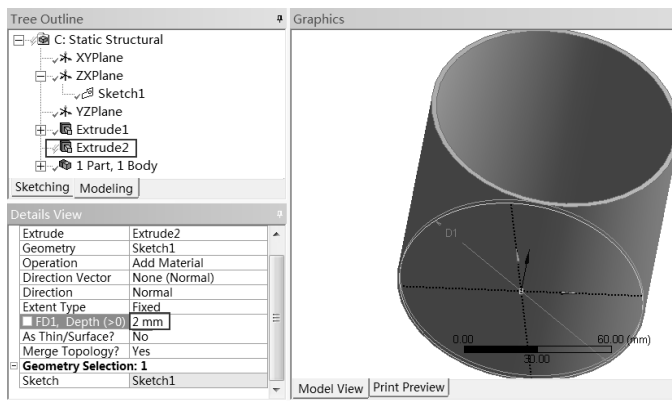

图 14-53 拉伸
Step8 :选择 Sketch1 (草绘)选项 ,再次单击工具栏中的 Extrude 拉伸按钮 ,如图 14-53 所示 ,在 Details View 面板中确保 Geometry 栏中 Sketch1 被选中 ,在 Depth 栏中输入拉伸长度为 2mm ,然后单击工具栏中的 Generate 按钮 ,生成几何模型。